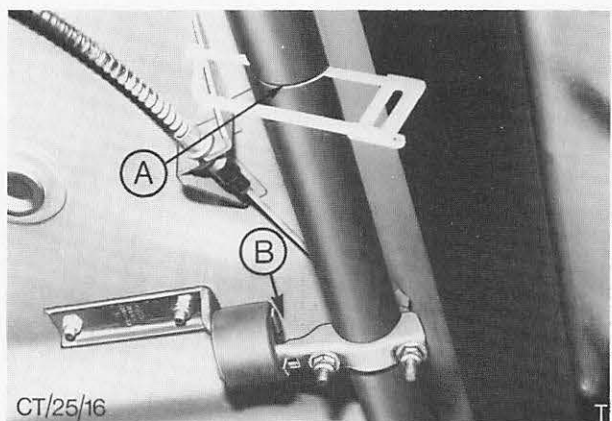

Abb. 25 A = Schnittstelle (genaue Lage, siehe Beschreibung)
2. Ist der auszuwechselnde Auspuffabschnitt ein Teil der ursprünglichen Produktionsanlage, Auspuffrohr 735 mm hinter dem Vorschalldämpfer durchsägen, Abb. 25.